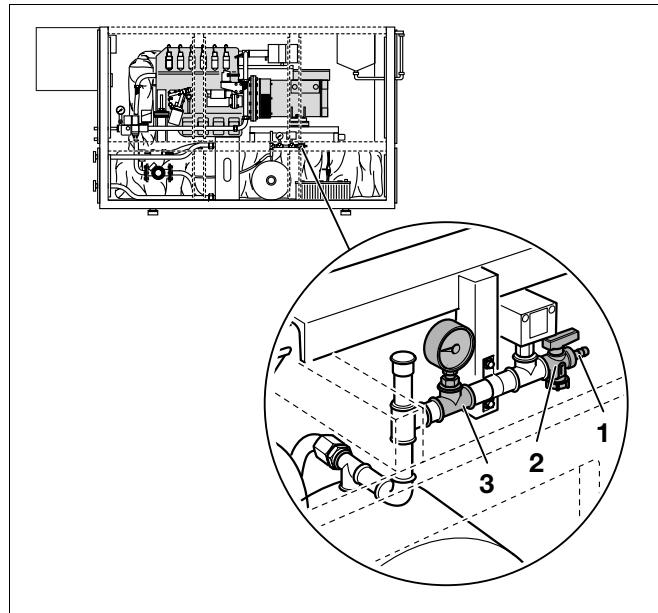

Рис. 13 Штуцер для наполнения охлаждающей жидкостью двигателя, с запорным краном и манометром (пример: Loganova E 0824 DN-40 и E 0826 DN-60)
- Надеть напорный шланг электронасоса или ручного насоса на штуцер для наполнения (рис. 13 и 14, **поз. 1**).
- Открыть запорный кран (рис. 13 и 14, **поз. 2**) и медленно заполнять систему охлаждающей жидкостью с давлением около 1 бар.
- Контролируйте давление наполнения по манометру (рис. 13 и 14, **поз. 3**)!
- Закрыть запорный кран (рис. 13, поз. 1) и снять напорный шланг.